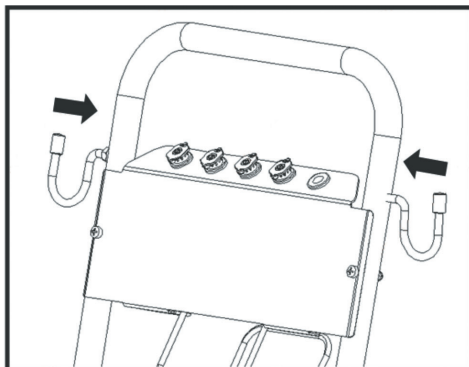

Рис. 5
3.Установите держатель пистолета и держатель шланга в/д на ручку (только для моделей HPW 3500, HPW 7500-3) (рис. 5).